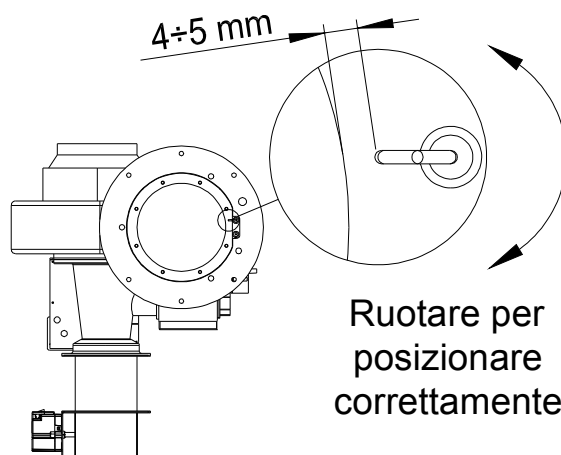

Fig. 2
6. ruotare l'elettrodo di accensione fino a portarlo a 4÷5 mm dalla testa di combustione (fig. 2);